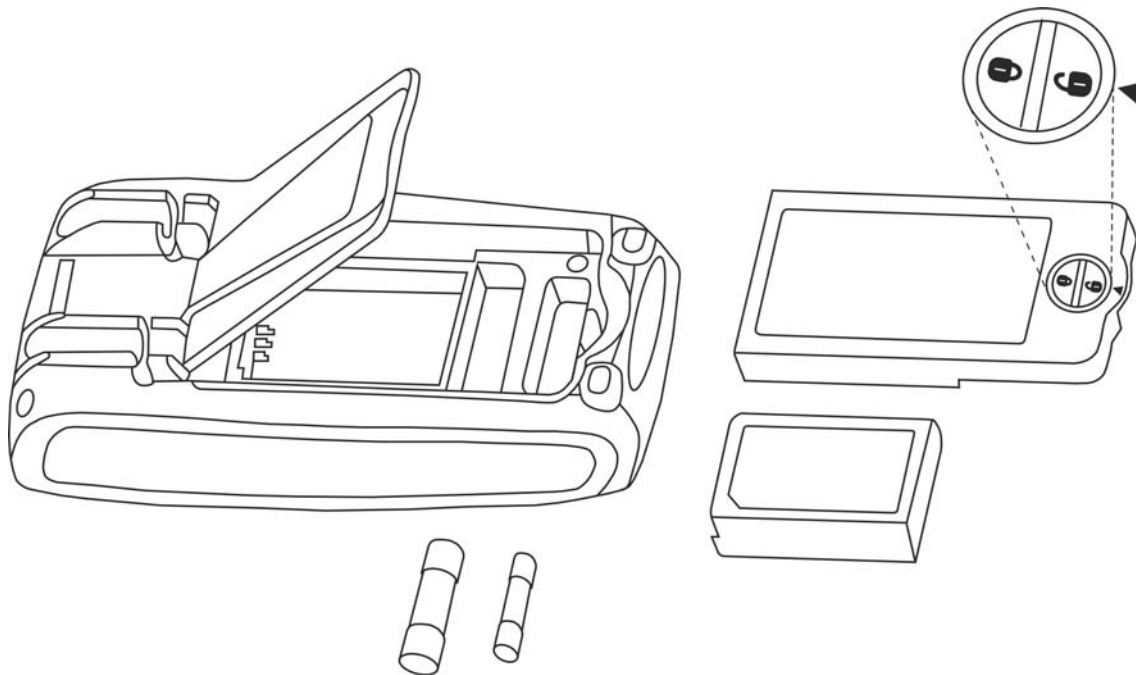

Abb. 32: Wechsel der internen Schmelzsicherungen
2. Drehen Sie die Befestigungsschraube des Batteriefachdeckels von Stellung "OFF" auf Stellung "ON" und entfernen Sie den Deckel (siehe Abb. 32)